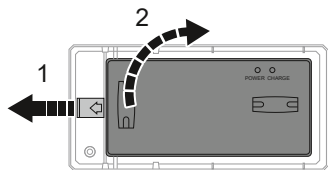

Abb. 1
1. Drücken Sie den Verschluss in die angegebene Richtung und entnehmen Sie den Sender (Abb. 1)